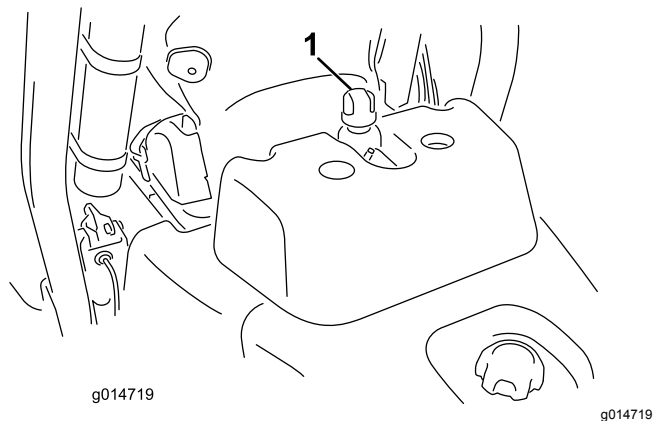

Рисунок 25
2. Снимите крышку с бака (Рисунок 25).